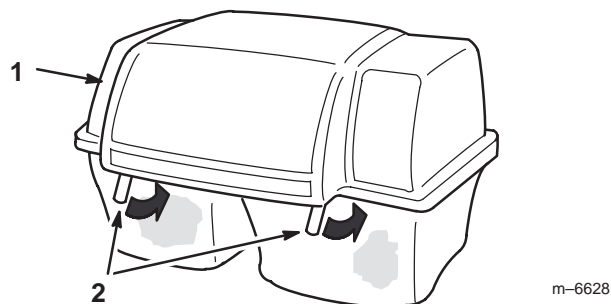

Figure 8
3. Abaissez le couvercle du collecteur d'herbe sur les sacs. Appuyez ensuite sur les poignées de retenue des deux sacs à herbe pour les bloquer sur le bâti (Fig. 8).